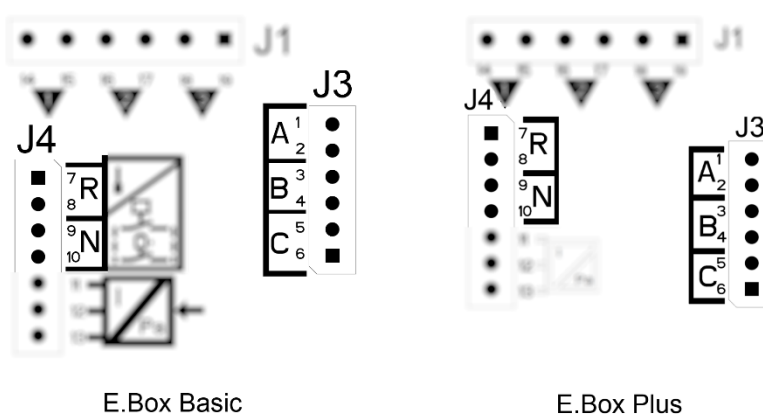

Figura 32: Posizione ingressi e allarmi
**Nota:** se questo allarme non viene usato, l'ingresso N va ponticellato, per identificare l'ingresso N fare riferimento alla Figura 32.